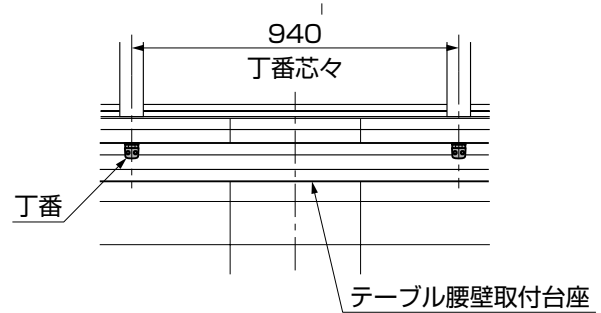

図2-11
- 丁番間のセンターとテーブル腰壁取付台座のセンターを合わせて取付けてください。(図2-11参照)